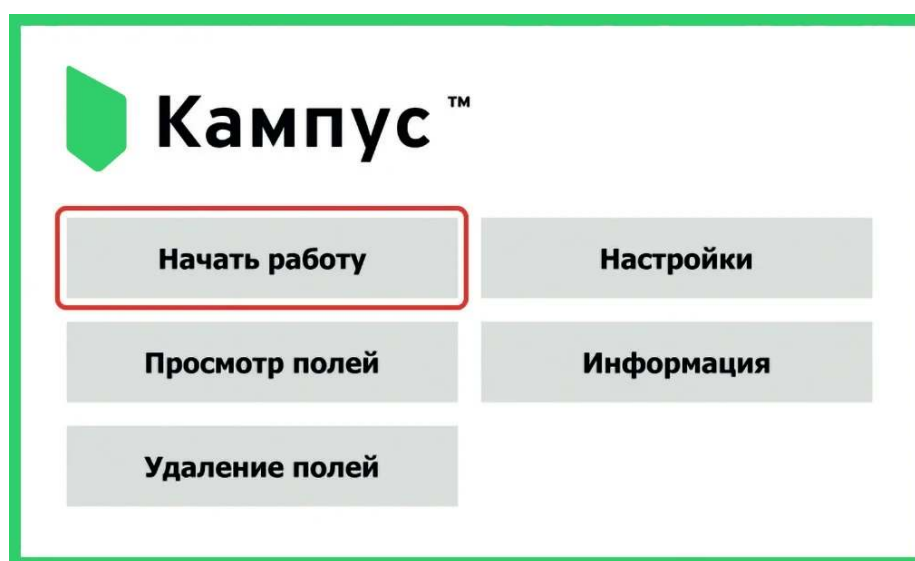

Рисунок 57. Кнопка «Начать работу»
1.1. На главном экране навигатора нажмите на кнопку «Начать работу» (см. Рисунок 57).